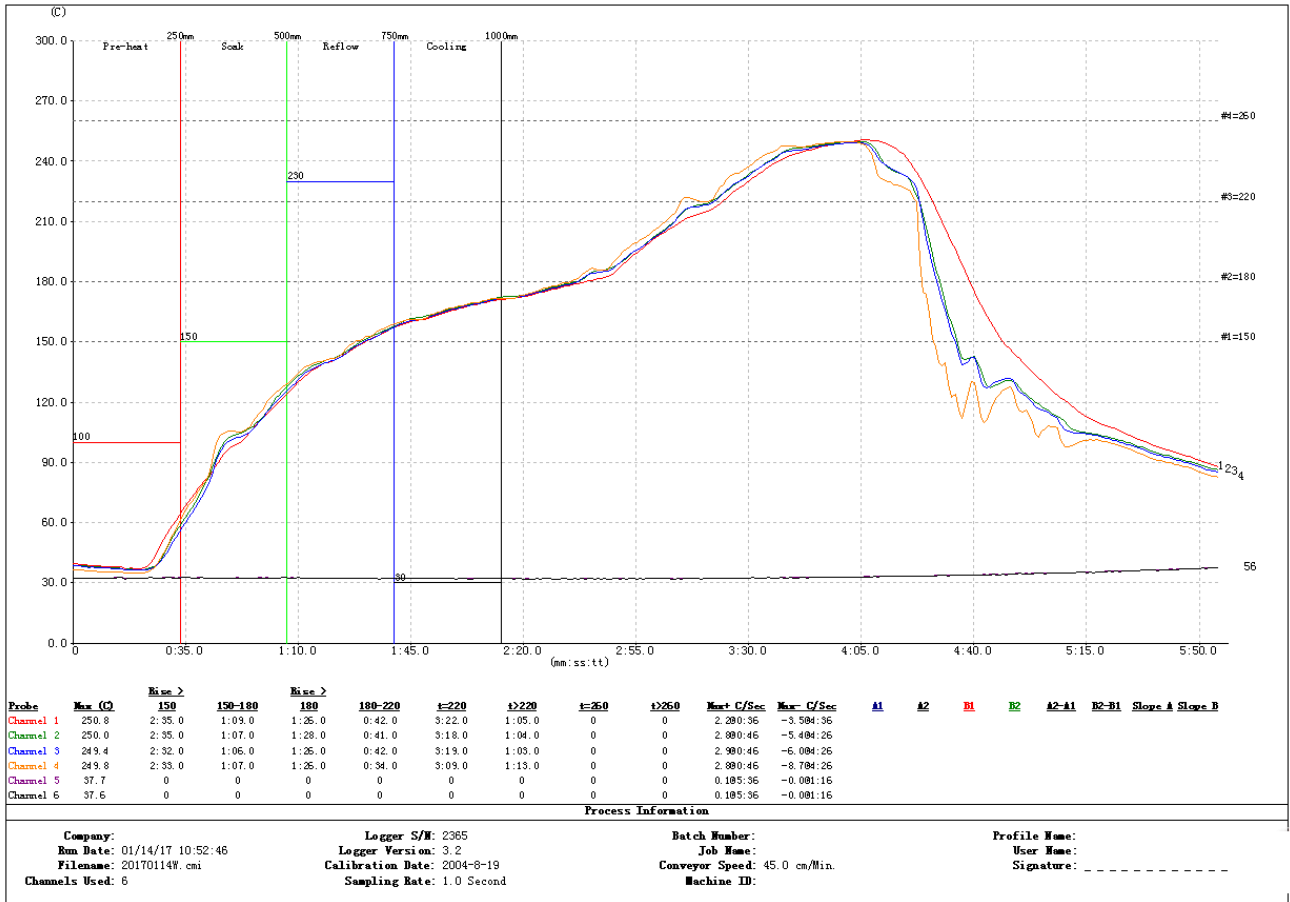

图 11 参考回流温度曲线
- (1) 柜式烘烤箱
- (2) 防静电、耐高温托盘
- (3) 防静电耐高温手套
- 庆科出厂的模块存储条件如下（存储环境如 5.4 节图 11 所示）：